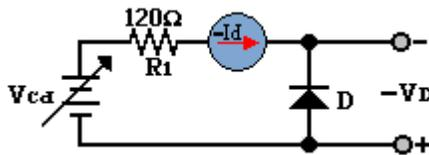

Figura 2.3
- Arme el circuito de la figura 2.3.